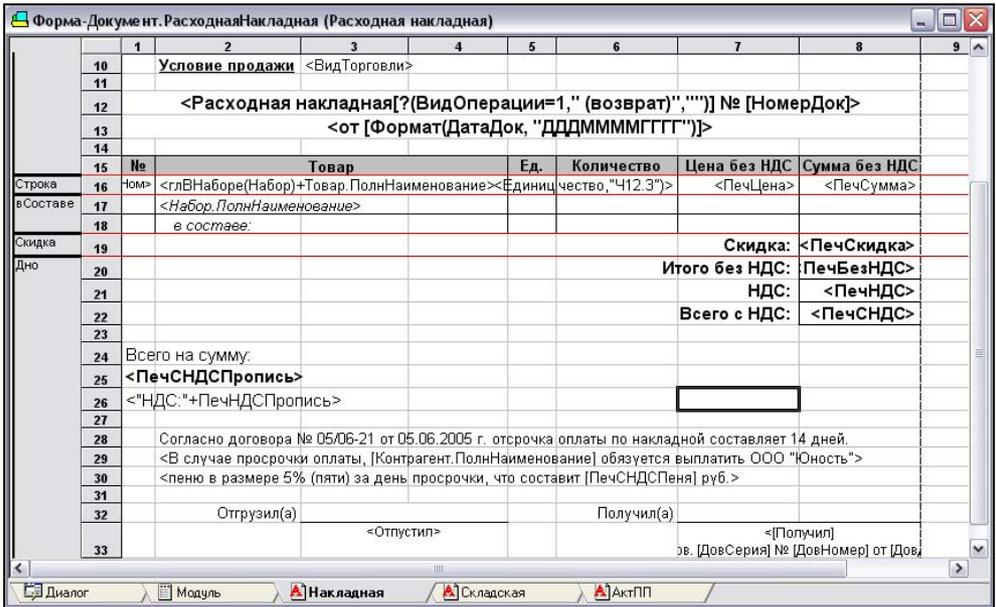

Рис. 5.84. Форма расходной накладной после редактирования
18. В результате выполненных действий в низу печатной формы должна быть прописана формула, как на рис. 5.84.